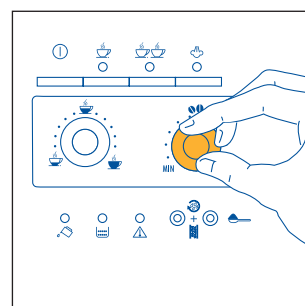
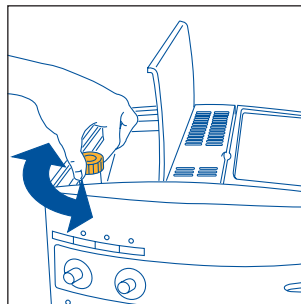

Fig.7
Fig.17
- 2) Draai aan de rechterknop (fig. 7) om de smaak van de koffie te regelen. Hoe verder in wijzerzin wordt gedraaid, hoe meer koffiebonen worden gemalen en hoe sterker de koffie zal zijn. Wanneer het koffiezetapparaat nieuw is, moeten meerdere kopjes koffie worden gezet vooraleer de juiste stand van de knop wordt gevonden. Draai de knop niet te ver in wijzerzin, omdat de koffie anders te langzaam wordt afgegeven (druppels), vooral wanneer twee kopjes koffie worden gezet.
**OPMERKING 1:** : Indien de koffie druppelsgewijs of helemaal niet wordt afgegeven, dan wordt de regelknop van de maalgraad (fig. 17) even in wijzerzin gedraaid (zie par. 6). Draai een streepje per keer, tot de gewenste afgifte wordt bekomen.
**OPMERKING 2:** Indien koffie te snel wordt afgegeven en de crème niet geslaagd is, draai de rechterknop (fig.7) even in wijzerzin. Zet meerdere kopjes koffie, om de correcte positie van de knop te bepalen. Draai de knop niet te ver in wijzerzin, omdat de koffie anders te langzaam wordt afgegeven (druppels), vooral wanneer twee kopjes koffie worden gezet. Indien na enkele kopjes nog geen bevredigende crème wordt bekomen, wordt ook de regelknop van de maalgraad (fig. 17) een beetje tegen de wijzers van de klok in gedraaid (zie hoofdstuk 6).
Om dit te voorkomen, wordt de maalgraad aangepast met behulp van de relatieve regelknop (fig.17), die een beetje tegen de wijzers van de klok in wordt gedraaid zoals beschreven in hoofdstuk 6).
De koffiemaler hoeft niet te worden geregeld, tenminste niet in het begin, omdat dit reeds in de fabriek is gebeurd, met het oog op een correcte koffieafgifte. Indien u evenwel na de eerste 15-20 kopjes vaststelt dat de koffie te snel of te langzaam (druppelend) wordt afgegeven, moet de maalgraad worden geregeld aan de hand van de regelknop van de maalgraad (fig. 17). Wanneer deze knop even in wijzerzin wordt gedraaid (één cijfer), bekomt men een snellere koffieafgifte (niet druppelsgewijs).